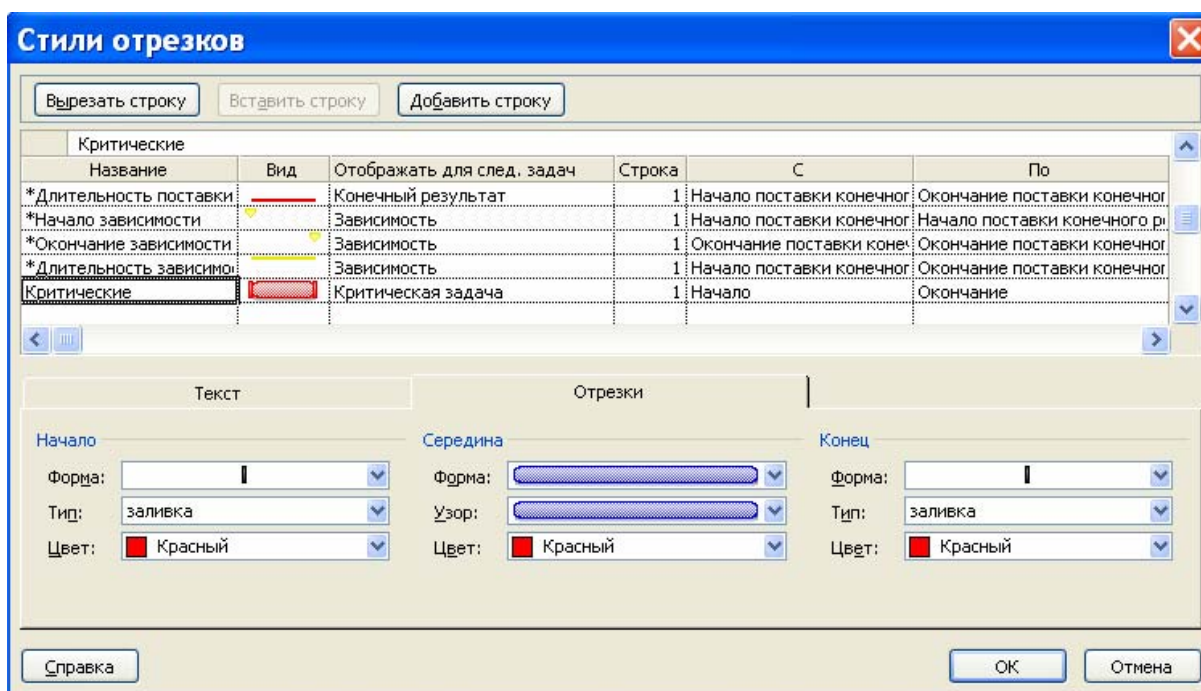

Рис.4. Окно установки стилей отрезков
4. В столбцах Вид и Отображать для след. задач с помощью элементов управления выбрать подходящий вид и название задач (рис.4).